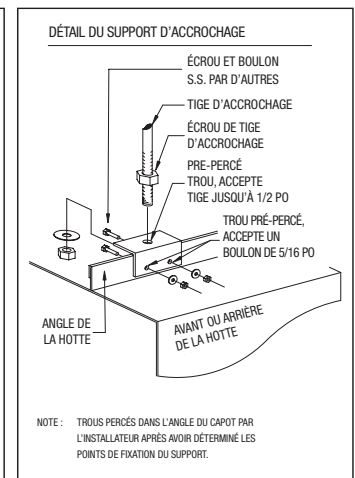

FIGURE 2
- Des supports sont prévus pour les hottes qui doivent être installées bout à bout ou dos à dos. Boulonnez les supports ensemble à l'aide de boulons de 3/8 po dans les trous prévus à cet effet (voir Fig. 2).